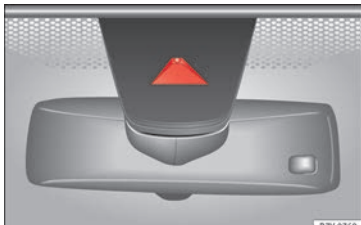

Abb. 220 An der Frontscheibe: Kamerasichtfenster des Spurhalteassistenten.
- **Vor Fahrtbeginn sicherstellen, dass das Sichtfenster der Kamera nicht bedeckt ist** » **Abb. 220.**